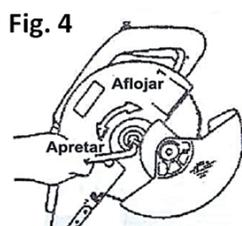

Fig. 4
7.- Coloque la cubierta del disco de corte fijandolo con el tornillo. (fig.4)